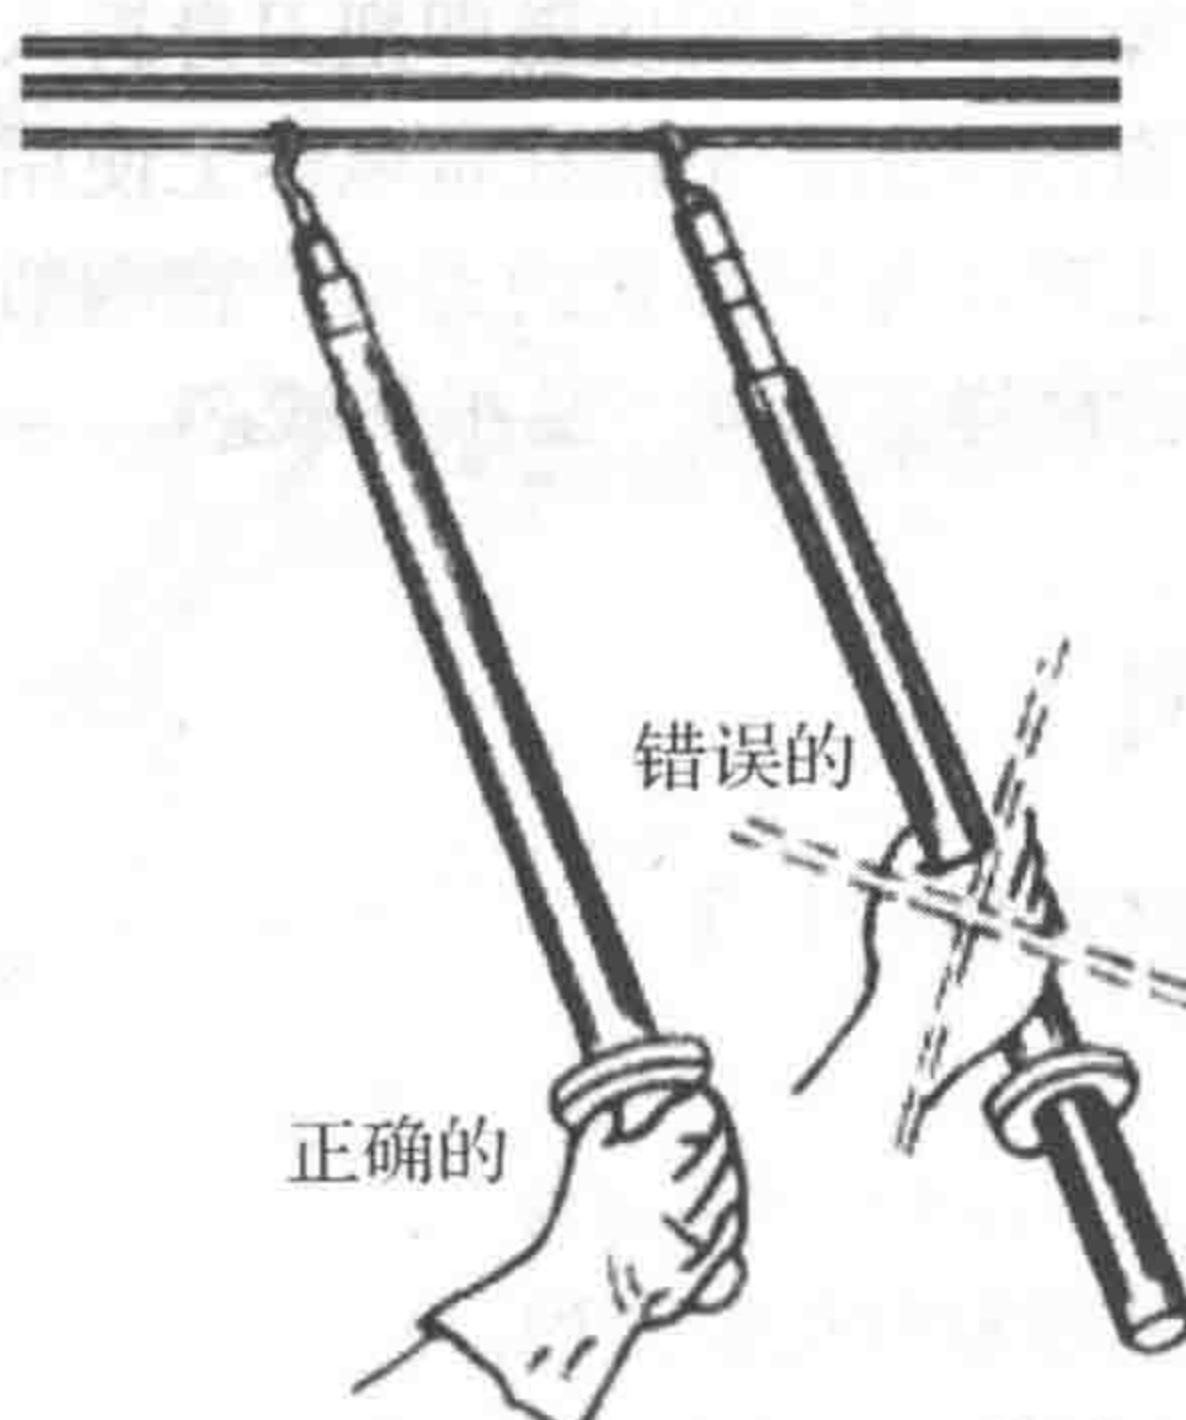

图 1-2-2 高压验电器握法
- (1) 使用时应两人操作，其中一人操作，另一个人进行监护。
- (2) 在户外时，必须在晴天的情况下使用。
- (3) 进行验电操作的人员要戴上符合要求的绝缘手套，并且握法要正确，如图 1-2-2 所示。